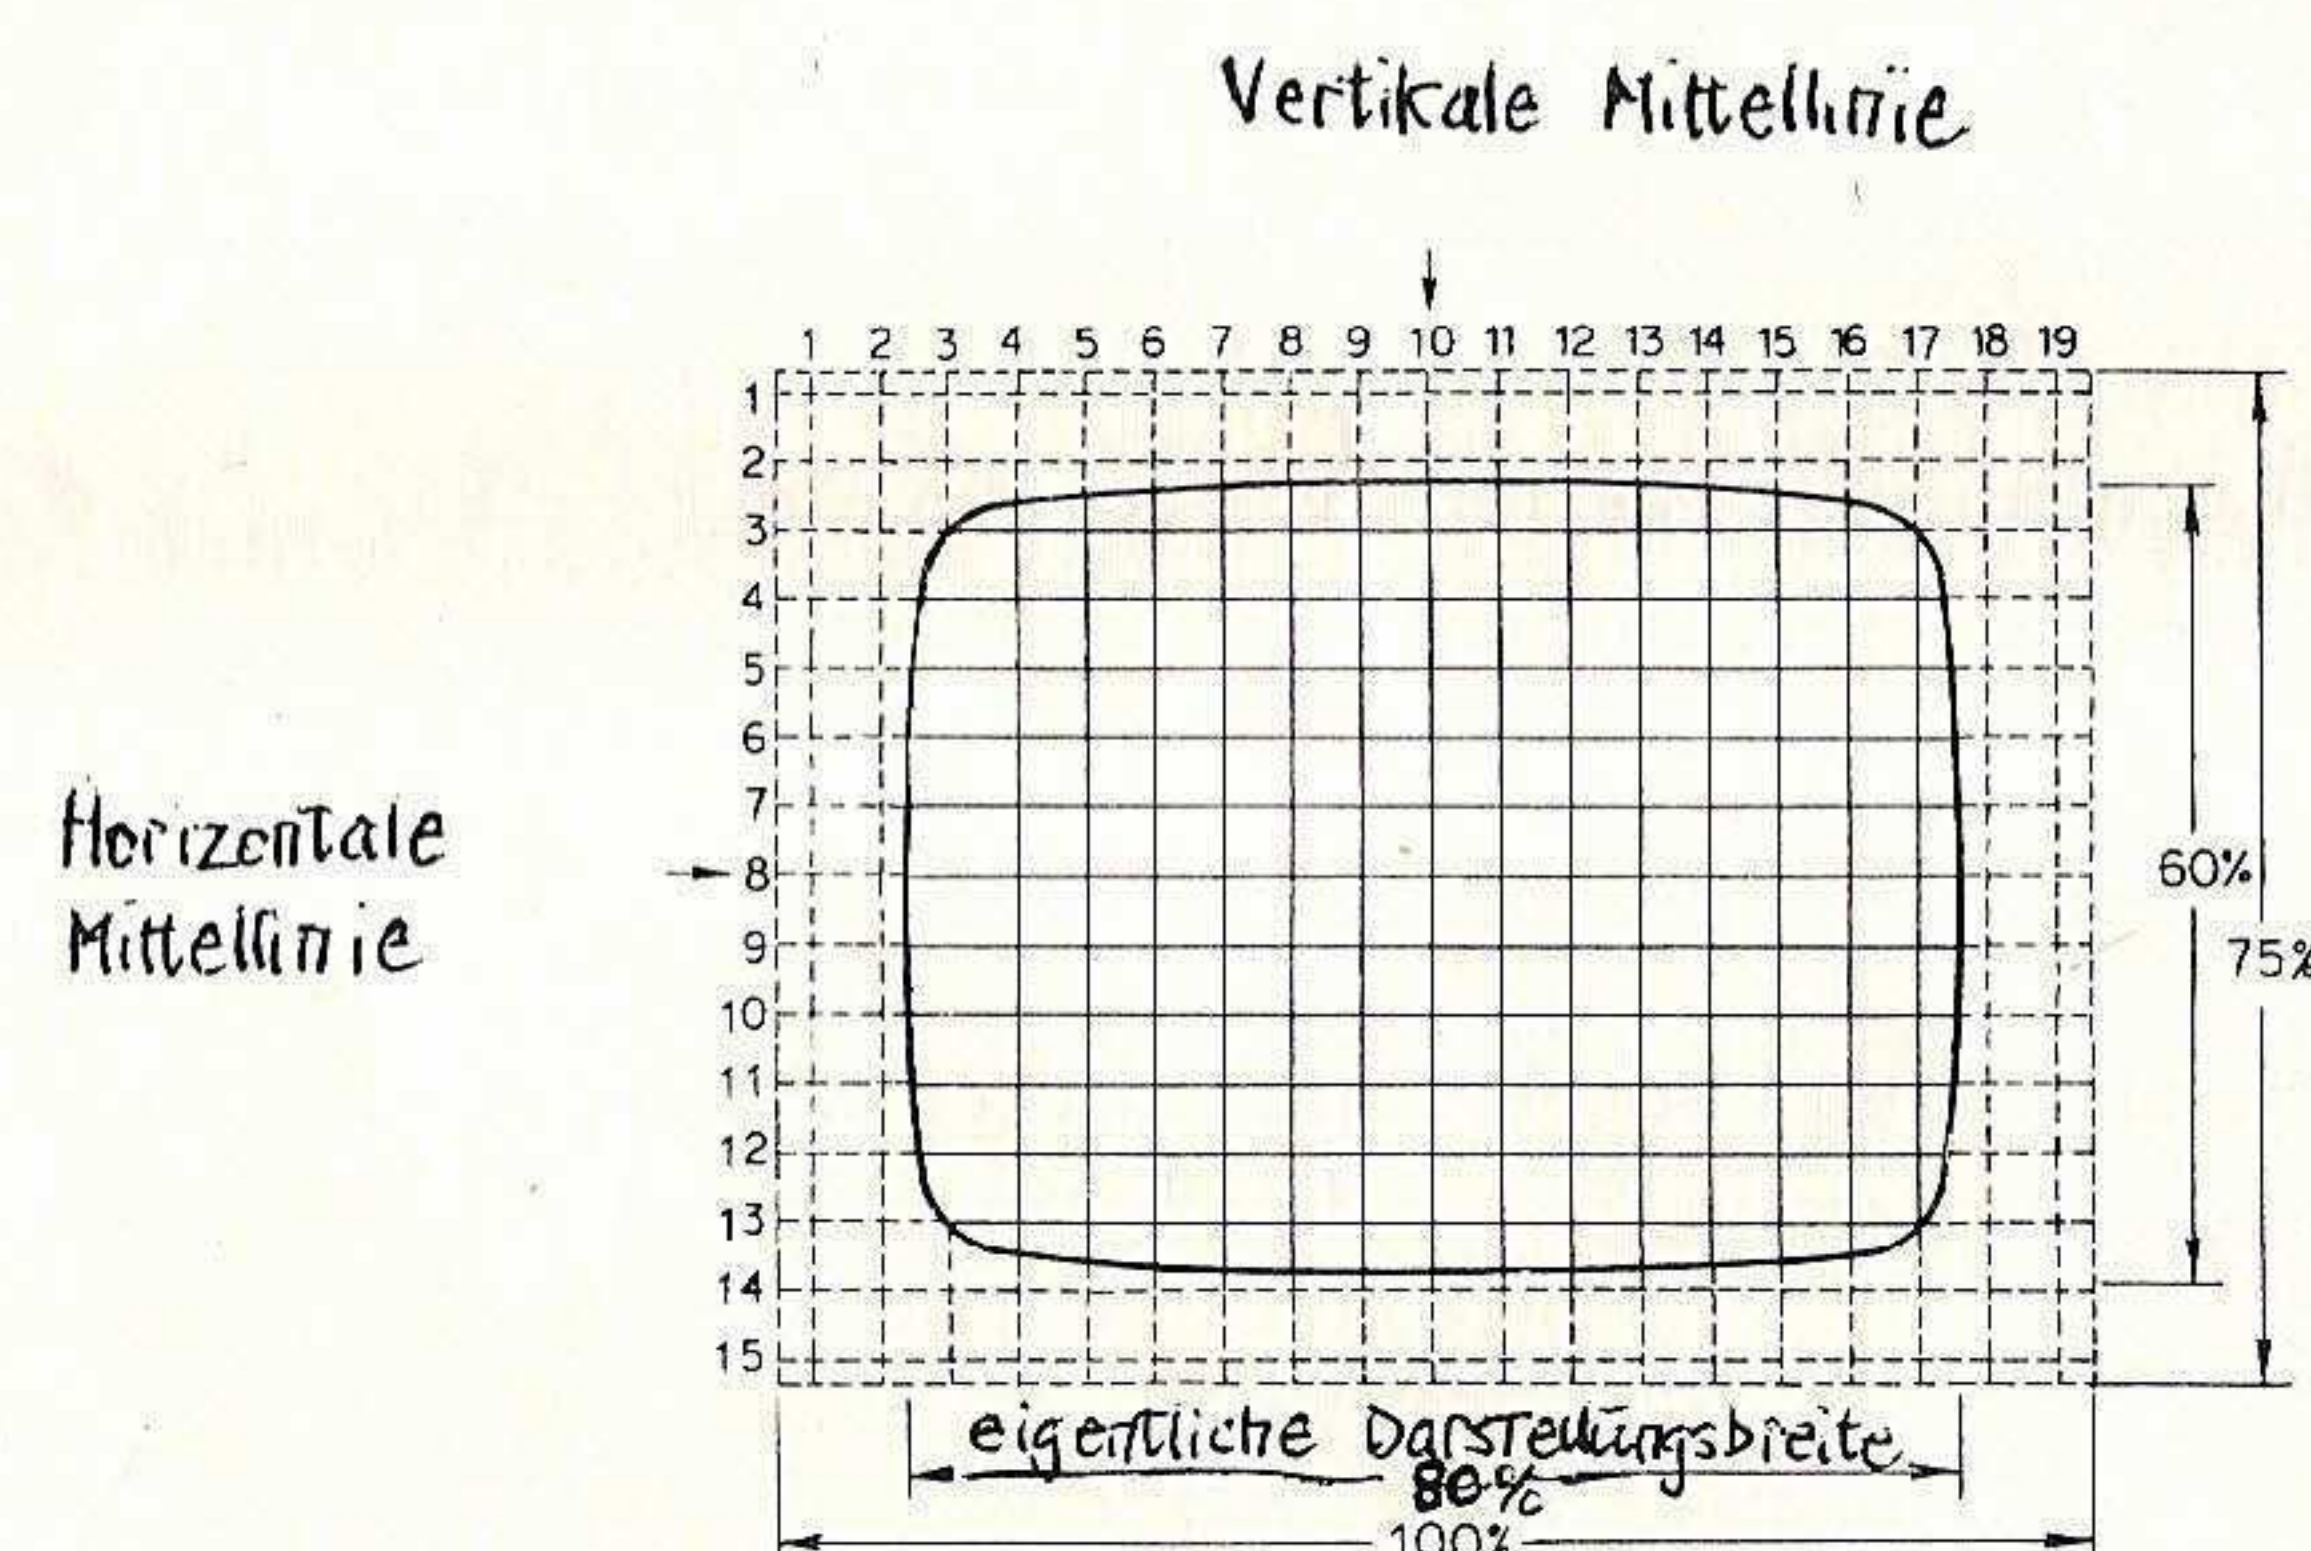

Bild 4-1 Linearitätskontrolle.
4. Linearität	so abgleichen, dass das Muster an allen Stellen des Bildschirms aus regelmässigen Quadraten besteht (siehe Bild 4-1).
5. Amplituden	Im allgemeinen läuft die Abtastung über (Bild 4-1). Falls die Horizontalamplitude auf 100 % eingestellt ist, so wird die Darstellung durch geringe Spannungsänderungen nicht beeinflusst, d.h. der Austastanteil (schwarz) erscheint nicht.